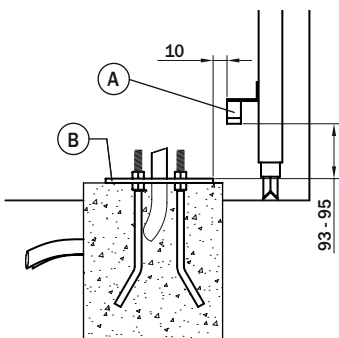

Fig. 1
- Fit the anchor bolts into the 4 holes in the foundation plate and fasten with the 4 nuts as shown in figure 1.
- Die Ankerbolzen in die 4 Löcher der Fundamentplatte einfügen und sie mit den 4 Muttern blockieren, wie in Abbildung 1) gezeigt.
- Introduire les tirants dans les 4 trous de la plaque de fondation et les bloquer avec les 4 écrous, comme indiqué dans la figure 1).